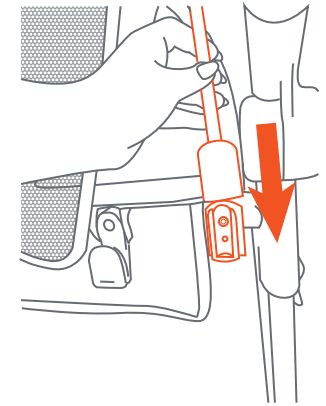

Fig. 8a
- 8) • To install the canopy:** Slide one of the canopy rods down onto the plastic tab (Fig. 8a). Repeat for the other 3 canopy rods.
- **Para instalar la capota:** Deslice una de las varillas de la capota hacia abajo sobre la pestaña de plástico (Fig. 8a). Repita el procedimiento para las otras 3 varillas de la capota. **NOTA:** Asegúrese de que la capota esté completamente encajada en su posición.